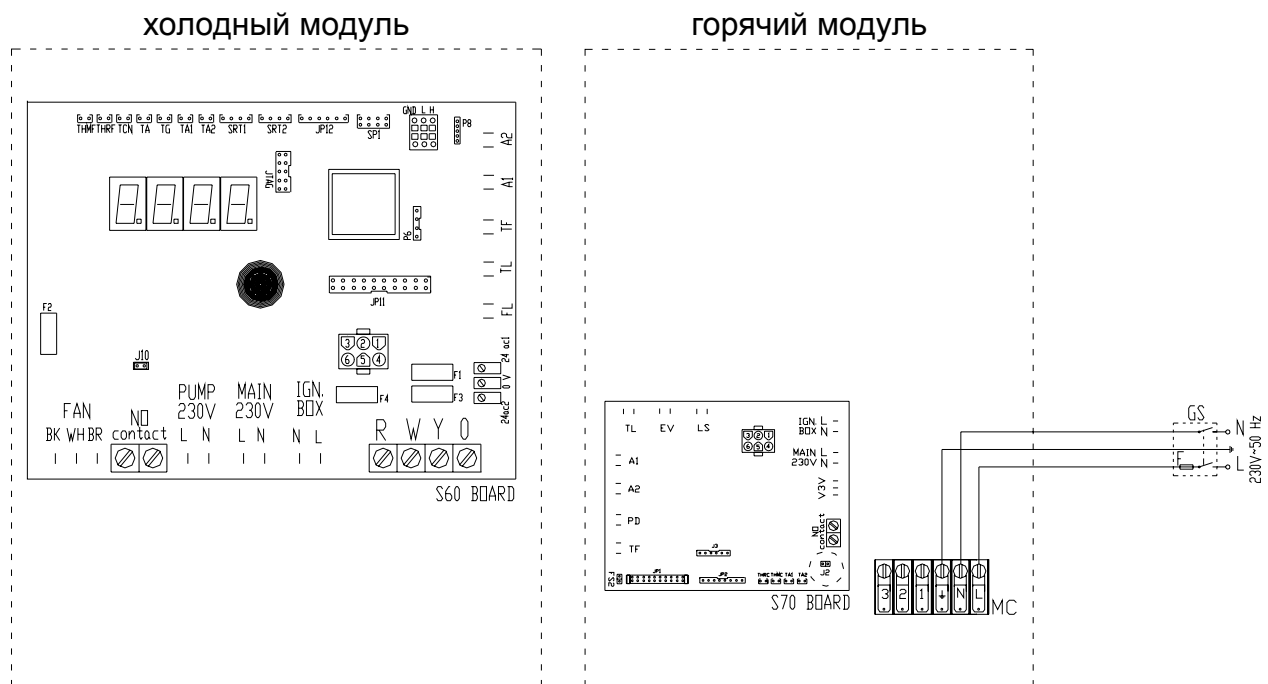

Рисунок 34 - 1 аппарат "AYF 60-119". Пример соединения с электросетью 230 В 1 нейтр. фаза - 50 Гц
Предусмотреть в наружном электрощите, подготовленном монтажником рядом с аппаратом, внешний двухполюсный выключатель (деталь "GS" на Рисунок 34) с 2 плавкими предохранителями на 5А типа "Т" с минимальным раскрытием контактов 3 мм или тепломагнитный выключатель на 10 А.
3. Найти горизонтальную зажимную коробку (MC) внутри электрощита горячего модуля и выполнить соединения как показано на Рисунок 34.